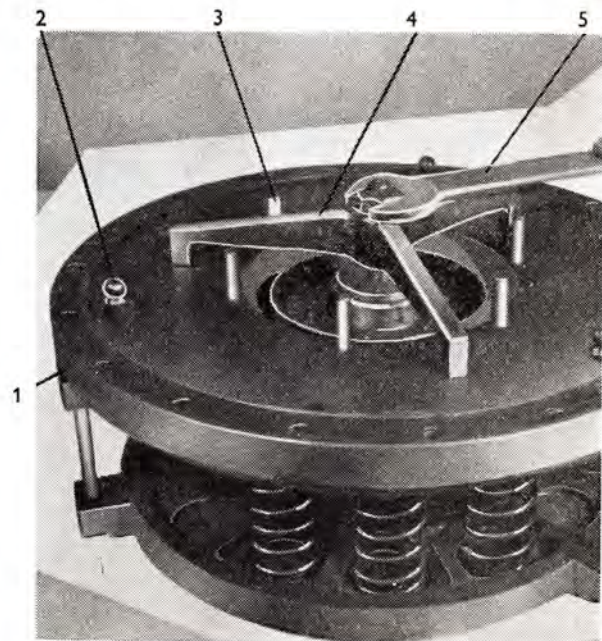

Abb. 56
- Die Kupplungsabdeckung (Abb. 56/1) ist mit drei Abstützstiften (Abb. 56/2) und sechs Führungsstiften (Abb. 56/3) auf die Hilfsantriebslamelle anzulegen.
- Auf den Hilfsgerätpolzen ist der Dreifuss (Abb. 56/4) aufzuschieben und durch Anziehen der Mutter M 14 (Abb. 56/5) werden die Kupplungsdruckscheibe und die Kupplungsabdeckung so zusammengezogen, dass die Schrauben der Fahrtausrückhebel in die Öffnungen kommen, die in einer Ebene mit den Abstütz- und Führungsstiften sind. In die Öffnung der Kupplungsabdeckung sind drei